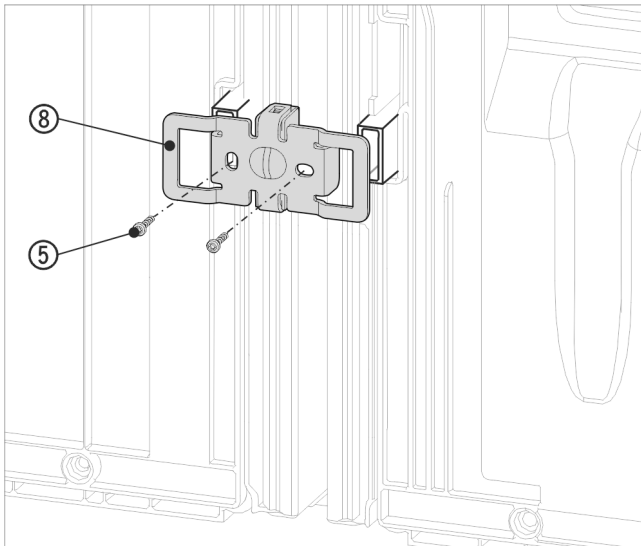

Fig. 19 Voorbeeld
- ▶ Hoekstuk Fig. 19 (8) met de uitsparingen boven de opname voor wandafstandshouder schuiven.
- ▶ Met 2 schroeven Fig. 19 (5) vastschroeven.